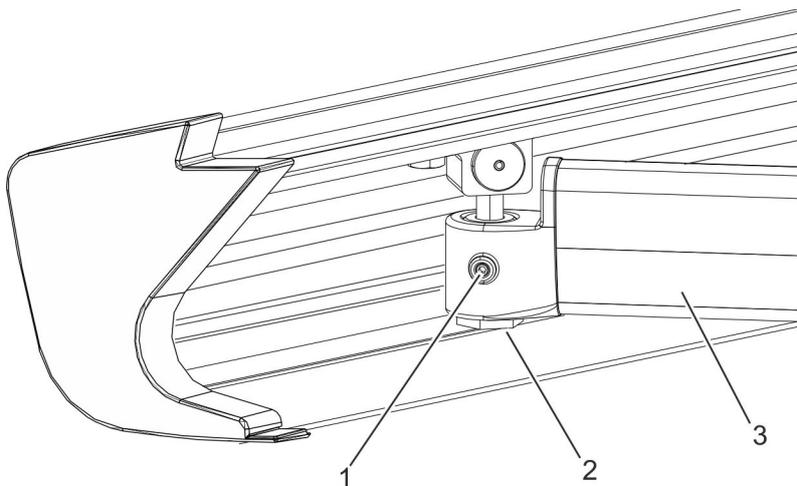

Abb. 18: Fallstange einstellen, Beispiel
3. ▶ Klemmschraube Gewindestift M5×10 (Abb. 18/1) lösen.
4. ▶ Über die Fallstangenbefestigung SW22 (Abb. 18/2) am Armprofil (Abb. 18/3) die Fallstange einstellen.
5. ▶ Klemmschraube Gewindestift M5x10 (Abb. 18/1) festziehen.